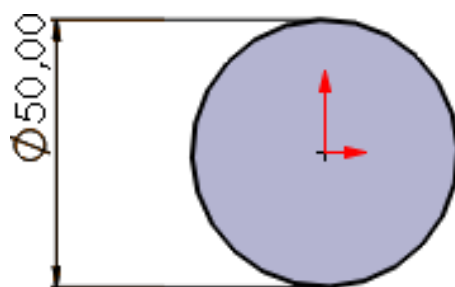

Рисунок 2.1 – Коло спіралі
1. Створюється новий **Ескіз**. На площині **Right** будується коло діаметром, що дорівнює діаметру майбутньої пружини (рис. 2.1).